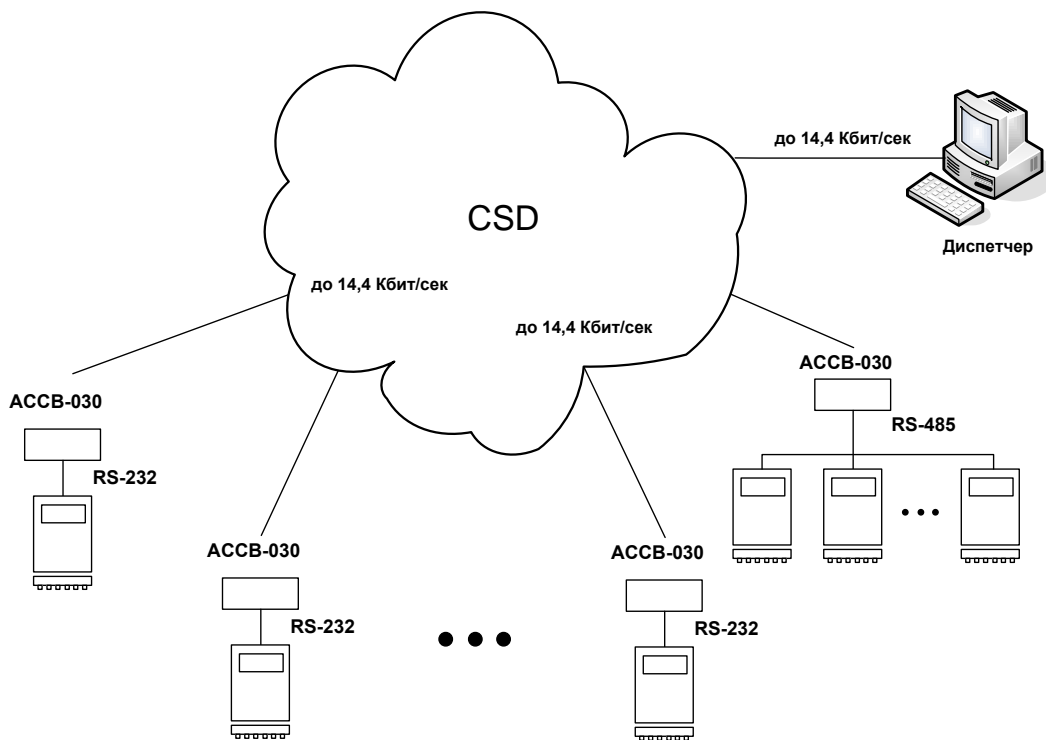
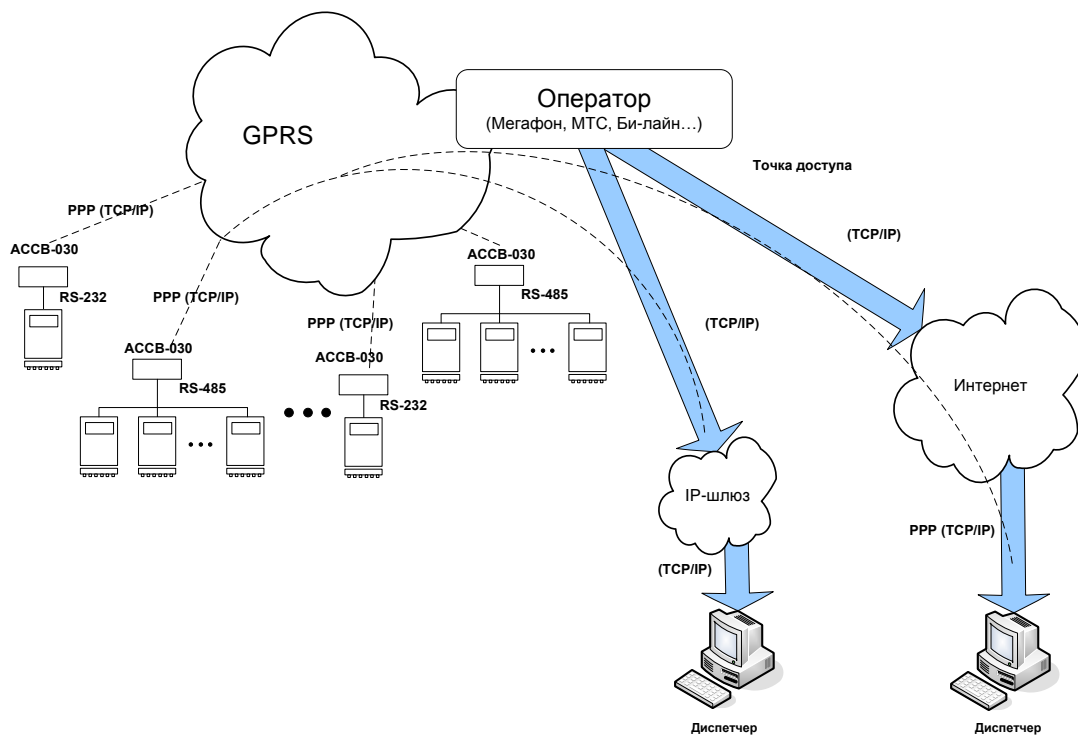

Рис.1. Схема организации обмена на основе CSD.
Рис.2. Схема организации обмена на основе GPRS.
- 1.4.2.4. Основное назначение услуги GPRS (*General Packet Radio Service*) – это обеспечение выхода мобильных устройств в Интернет. GPRS позволяет организовать передачу данных между приборами и диспетчерским компьютером на основе протокола TCP/IP, если компьютер имеет фиксированный IP-адрес. Оборудование GSM-сети используется только в моменты передачи данных, соответственно тарификация производится по объему переданной информации и затраты на передачу данных по сравнению с услугой CSD снижаются в несколько десятков раз. На рис.1 и рис.2